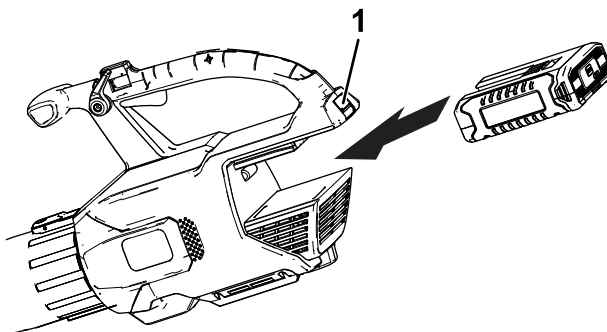

Figura 3
2. Alinee el hueco de la batería con la lengüeta del alojamiento de la empuñadura, sujete la empuñadura, e introduzca la batería en la empuñadura hasta que el cierre encaje en su sitio (Figura 3).